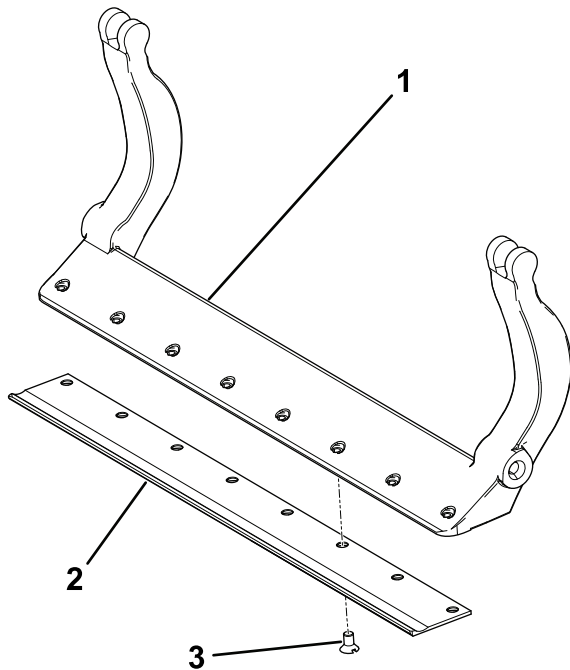

图 34
3. 如图 34 所示在螺丝上涂抹防粘剂将底刀安装到底刀架上